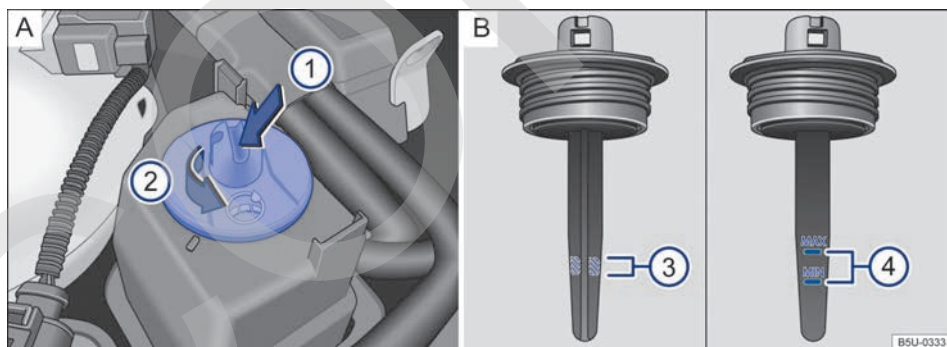

Fig. 107 En el compartimento del motor: **A** Depósito del líquido de la dirección asistida. **B** Marcas para controlar el nivel del líquido de la dirección asistida.
- Con la ayuda de un destornillador → fig. 107 **A** ① (flecha), girar la tapa del depósito en el sentido de la flecha ②.
- Retirar nuevamente la tapa y verificar el nivel del líquido en la zona rayada de la varilla de medición **B** ③.
- Retirar nuevamente la tapa y verificar el nivel del líquido en las marcas "MIN" y "MÁX" de la varilla de medición **B** ④.